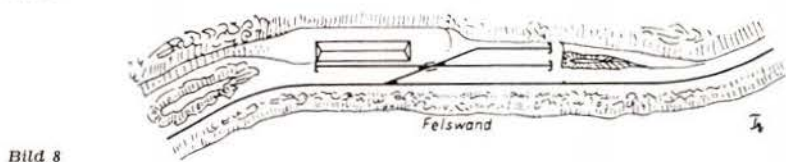

Bild 8
8. Ladestelle (Bild 8)
anlagen finden wir im Bild 8. Die Ladestelle soll deshalb hier erwähnt werden, weil sie dem raumbeschränkten Modelleisenbahner eine willkommene Abwechslung auf seiner Anlage zu bieten vermag. Die Bahn führt hoch am Talrand entlang, für die eigentliche Ladestelle ließ die Natur nur wenig Platz übrig. Die drei Stumpfgleise erlauben die Aufstellung von jeweils zwei Wagen, höchstens aber insgesamt fünf. Von der Ladestelle aus schlängelt sich die Landstraße zu Tal.